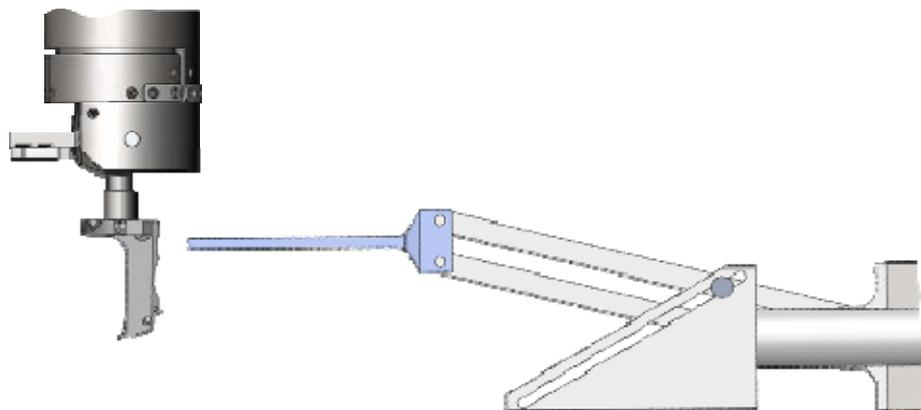

Рис. 11-8
10. Выставьте положение кронштейна по высоте так, чтобы кромка кронштейна оказалась напротив центра отверстия в зондовой головке (Рис. 11-8). Управление кронштейном производится с помощью кнопок панели **Finger**.